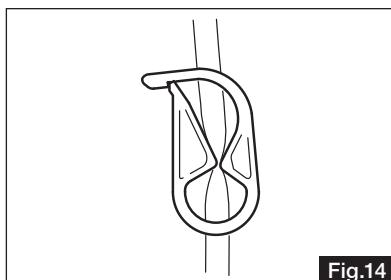

Fig.14
- Fermez la pince du tube située entre l'aiguille du tube d'irrigation et la pompe d'irrigation (Fig. 14).